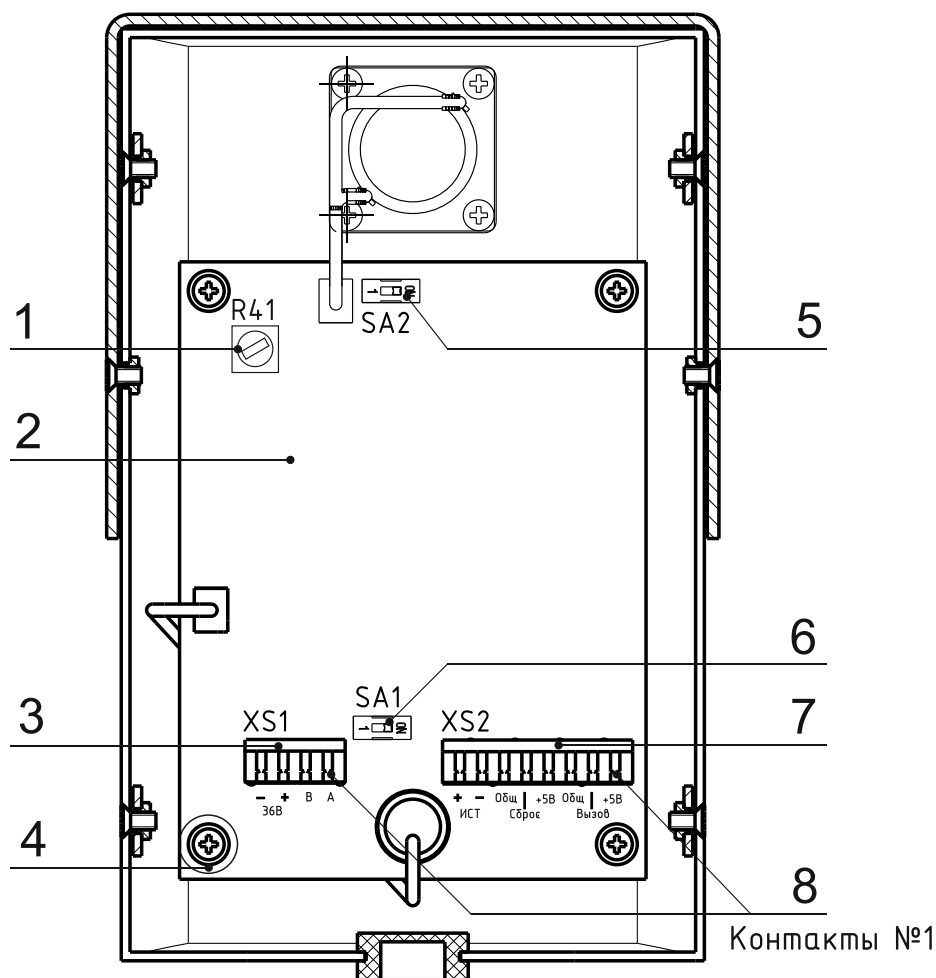

Рис. 2. Вид на АВУ со снятой задней крышкой.
- 4). Подключите к разъему XS1 (рис. 2, поз. 3) линию связи с ЛБС и другими АВУ системы. При наличии на одной линии нескольких АВУ, они подключаются к линии связи с ЛБС последовательно, соединений типа «звезда» на одной линии не допускается. Схема подключения указана в приложении 1.
- 5). Подключите под винт рис. 2, поз. 4. экранирующие оплетки линий связи с ЛБС и другими АВУ.
- 6). Включите согласующие резисторы у последних АВУ в каждой линии связи с ЛБС. Для включения резистора переведите переключатель SA1 (рис. 2, поз. 6) в положение «ON». Переключатель должен быть включен только у одного, последнего АВУ в каждой линии, у остальных АВУ он должен быть выключен.
- 7). Проконтролируйте положение переключателя SA2 (рис. 2, поз. 5), отвечающего за сброс адреса АВУ. Для нормальной работы АВУ он должен быть выключен.
- 8). Подключите к разъему XS2 (рис. 2, поз. 9) светозвуковое табло, устройство вызова помощи для МГН и устройство сброса. Схема подключения приведена в приложении 2.
При изменении конфигурации системы или установке в систему ранее использованного АБУ, необходимо выполнить сброс его адреса АБУ на заводской (по умолчанию). После сброса адреса возможно запрограммировать АБУ в систему. Для смены адреса на заводской необходимо: выключить питание ЛБС, к которому подключено АБУ; включить на плате АБУ переключатель SA2 (рис. 2 поз. 5), после этого включить ЛБС (подать питание на АБУ). Адрес АБУ будет заменен на заводской. После этого переключатель SA2 необходимо выключить, а затем запрограммировать АБУ в систему.